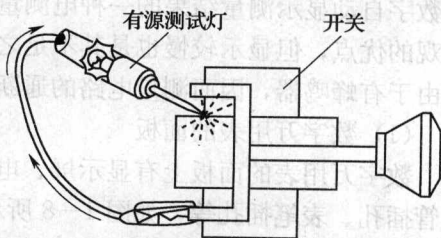

图 1—10 有源测试灯的使用
(1) 目的：熟悉有源测试灯的使用方法和注意事项。
(2) 工具：有源测试灯。
(3) 对象：不带电的汽车线路、开关、继电器、点火线圈、起动机、发电机、电磁阀、喷油器等。
(4) 方法：使用有源测试灯测试并判断汽车线路、各类开关、继电器线圈等各测试对象的好坏 (通断情况)。测试时，试灯的两脚可以任意连接，若试灯点亮，说明两脚间导通，如图 1—10 所示。